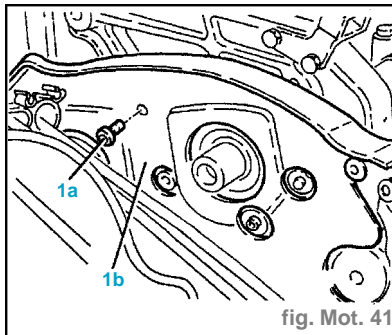

fig. Mot. 41
- Desserrer les vis (1a) et déposer la protection arrière de la courroie de distribution (1b) (fig. Mot. 41).